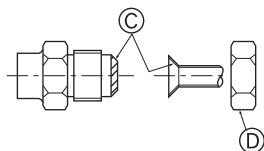

Fig. 4-5
(A) (Fig. 4-5)
(B) (Fig. 4-5)
### 4.4. Forbindelsesrør (Fig. 4-5)